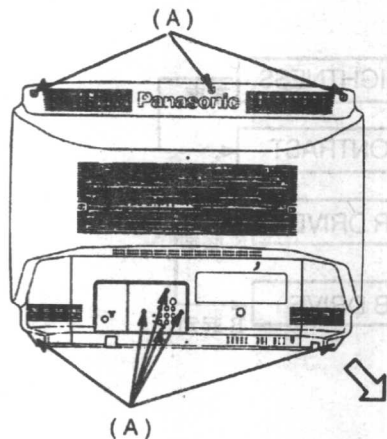

图 1.2.6
①拧下 9 个螺丝 (A),取下背板,见图 1.2.6 所示。